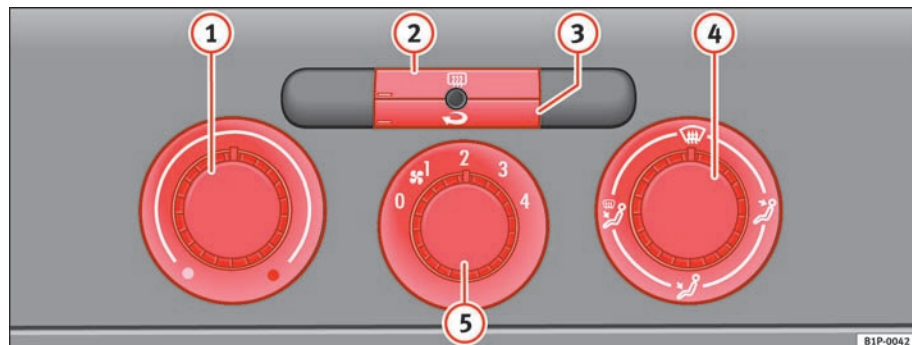

Fig. 105 I instrumentpanelet: betjeningselementer til varme- og ventilationsanlæg
- Du kan indstille temperaturen, luftfordelingen og blæsertrinet med kontakterne ⇒ fig. 105 ①, ④ og ⑤.
- Tryk på knappen ② eller ③ for at aktivere eller deaktivere en funktion. Når funktionen er deaktiveret, er der lys nederst til venstre på knappen.